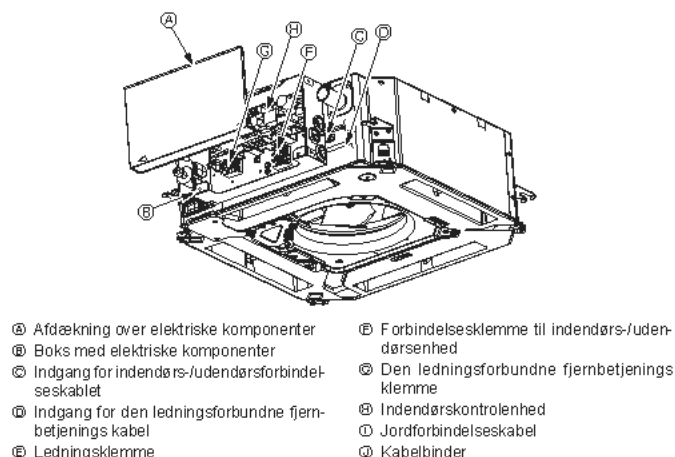
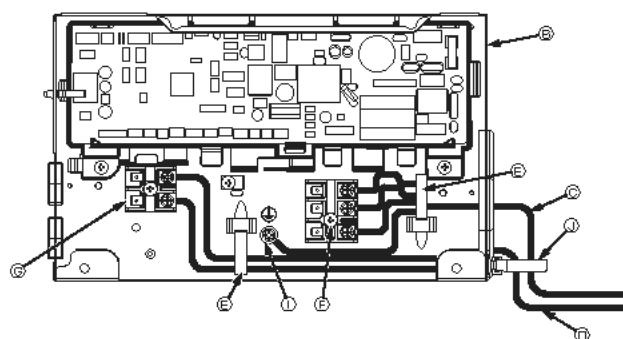

Fig. 7-1
Fig. 7-2
7.2. Indendørsenhed (Fig. 7-1) (Fig. 7-2) (Fig. 7-3)